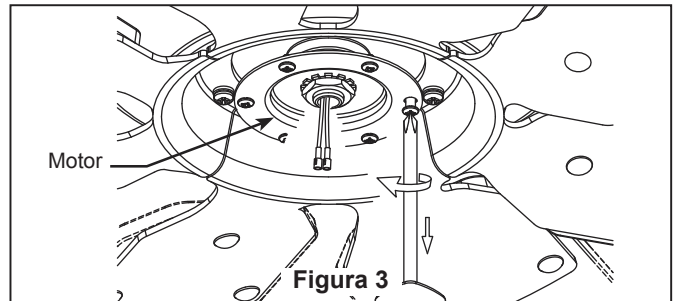

Figura 3
3. Extraiga los 6 tornillos del motor y guárdelos para volver a colocarlos en los pasos 4 y 5. (Figura 3)
### 3. Para que el ventilador sea funcional, instale las pilas (incluidas) de 3V CR2032 en el transmisor del mando a distancia. Mientras el ventilador esté apagado. A continuación, siga el proceso de fijación remota de código. Si no se utiliza el ventilador durante un largo periodo de tiempo, extraiga la batería para evitar cualquier daño al transmisor. Almacene el mando a distancia en un lugar alejado del calor o la humedad excesiva. (Figura 3)